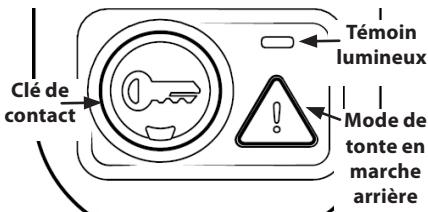

Figure 27
2. Pressez le bouton de mode de tonte en marche arrière pendant trois secondes. Le témoin clignote pendant 3 secondes et reste allumé lorsque ce mode est activé. Voir Figure 27.
3. Le témoin lumineux au-dessus du bouton de mode de tonte en marche arrière s'allume lorsque le mode de tonte en marche arrière est activé. Voir Figure 27.